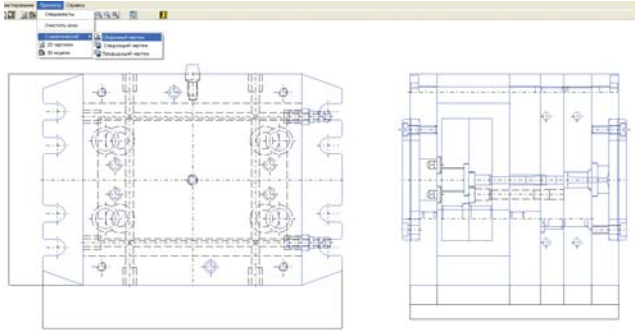

Рис. 6 Схематически представленный сборочный чертеж
- Просмотреть схематические отображения чертежей (Рис. 6);